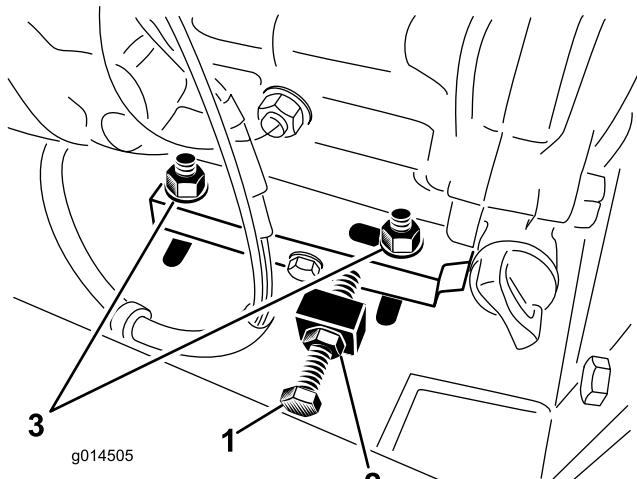

Figura 21
- Afloje los 4 pernos de montaje del motor y las contratuercas que sujetan el perno de ajuste (Figura 21).